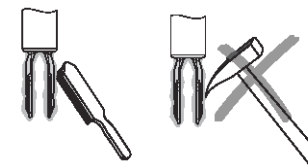

Рисунок 6 – Очистка камертона
**3.2** Очистку камертона следует производить только металлической щеткой (рисунок 6) или промывочной жидкостью.